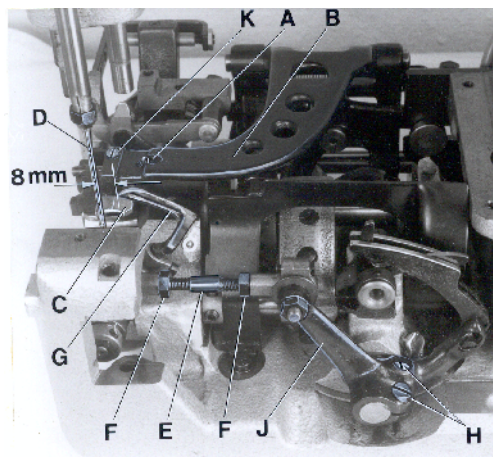
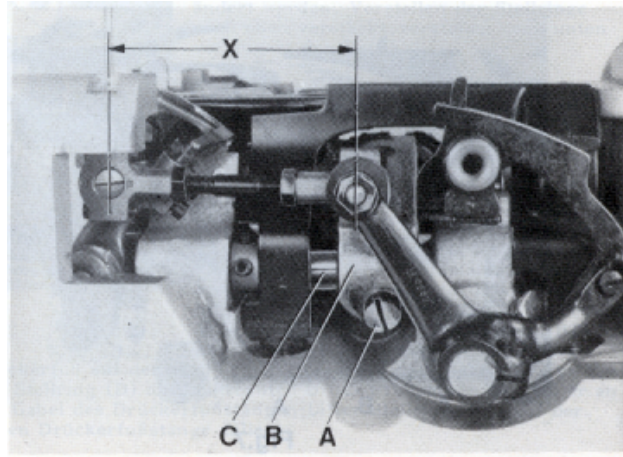
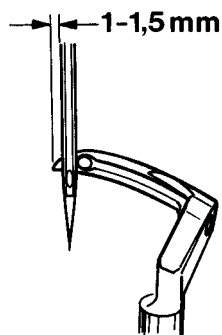
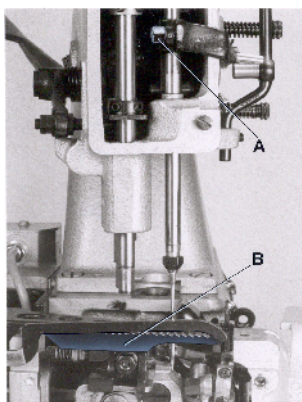

Fig. 3
Fig. 4
Fig. 5
Fig. 6
Remove the presser foot, throat plate and feed dog and on styles 80800TL, TAL, U, UA, UL and UAL also the needle guard for convenient access to the machine. On styles 80800R, RL, S and SL loosen the screw (A, Fig. 3) in the feed bar (B) and push the feed bar needle guard (C) to the rear to avoid its contacting the needle (D).
For the two thread double locked stitch styles 80800R, RL, TL, TAL, U, UA, UL and UAL, set the looper connecting rod (E) so the distance (X, Fig. 4) between the center lines of the two ball joints is 69.8 mm (2 3/4"). The dimension (X, Fig. 4) should be 68.3 mm (2 11/16) on the single thread chain stitch styles 80800S and SL. For adjustment loosen the two nuts (F, Fig. 3) and turn connecting rod (E) forward or backward as required to obtain specified dimension, retighten nuts (F).
Rotate the machine pulley in operating direction so that the looper moves from right to left. The looper point should pass as close as possible to the back of the needle without contacting 0.08 to 0.13 mm (.003 to .005") clearance. For adjustment loosen screws (A, Fig. 4) in the looper eccentric fork (B) and turn looper rocker shaft (C) on the looper rocker forward or backward as required. Retighten screw (A).
Zur bequemer Einstellung entfernen Sie Drückfuß, Stichplatte und Transporteur und bei den Maschinen 80800TL, TAL, U, UA, UL und UAL auch den Nadelanschlag. Lösen Sie bei den Maschinen 80800R, RL, S und SL die Schraube (A, Fig. 3) im Transporteurträger (B) und drücken Sie den Nadelanschlag nach hinten, damit er die Nadel (D) nicht berühren kann.
Bei den Zweifaden-Doppelkettenstichmaschinen Typen 80800R, RL, TL, TAL, U, UA, UL und UAL muß die Greiferverbindungsstange (E) so eingestellt sein, daß der Abstand (X, Fig. 4) von der Mitte zu Mitte Kugelgelenk 69,8 mm beträgt. Bei den Einfaden-Einfachkettenstichmaschinen Typen 80800S und SL beträgt der Abstand (X, Fig. 4) 68,3 mm. Zum Einstellen lösen Sie die beiden Muttern (F, Fig. 3) und drehen die Verbindungsstange (E) vor oder zurück bis der erforderliche Abstand erreicht ist. Ziehen Sie die Muttern (F) wieder an.
Drehen Sie die Riemenscheibe in Nährichtung so, daß sich der Greifer von rechts nach links bewegt. Die Greiferspitze soll so dicht wie möglich hinter der Nadel vorbeigehen, ohne diese zu berühren (0,08 bis 0,13 mm Abstand). Zur Einstellung lösen Sie die Schraube (A, Fig. 4) in der Greiferexzentergabel (B) und schwenken die Greiferhebelwelle (C) am Greiferhebel mit Greifer nach Bedarf vor oder zurück. Ziehen Sie die Schraube (A) wieder an.
Remove the face cover on machine arm. Rotate machine pulley in operating direction until the looper point, moving to the left, projects 1 to 1.5 mm (.040" to .060") left of the needle (see Fig. 5). Lower edge of looper and upper edge of needle eye must be flush in this position. If adjustment is necessary, loosen clamp screw (A, Fig. 6) in the needle bar connection and move the needle bar up or down, as required. Retighten screw (A) and remount face cover.
At highest point of feed dog travel, the feed dog (B, Fig. 6) should be set so, that the rear teeth project their full depth above the throat plate surface. For setting remove the feed dog and adjust the supporting screw (K, Fig. 3) on the top of the feed bar to the required height. Remount the feed dog, and on styles 80800TL, TAL, U, UA, UL and UAL also the needle guard.
The needle guard (C, Fig. 3) has to be set so, that it just contacts the needle at its most forward point of travel, without deflecting it.
On styles 80800R, RL, S and SL loosen screw (A, Fig. 3) in the feed bar (B) and adjust the needle guard (C) accordingly. Retighten screw (A).
Entfernen Sie den Stirndeckel am Maschinenarm. Drehen Sie die Riemenscheibe in Nährichtung bis die sich nach links bewegende Greiferspitze 1 bis 1,5 mm links der Nadel steht (siehe Fig. 5). In dieser Stellung müssen Unterseite Greifer und Oberseite Nadelöhr bündig sein. Ist eine Einstellung notwendig, lösen Sie die Klemmschraube (A, Fig. 6) im Nadelstangenmitnehmer und schieben die Nadelstange (B), je nach Bedarf, nach oben oder unten. Ziehen Sie die Schraube (A) wieder an und montieren Sie den Stirndeckel.
Im höchsten Punkt der Transporteurbewegung sollen die hinteren Zähne des Transporteurs (B, Fig. 6) eine volle Zahnhöhe über die Stichplattenoberfläche hinausragen. Zur Einstellung entfernen Sie den Transporteur und stellen die Stützscharbe (K, Fig. 3) oben im Transporteurträger auf die entsprechende Höhe. Montieren Sie den Transporteur wieder, bei den Maschinen 80800TL, TAL, U, UA, UL und UAL auch den Nadelanschlag.
Der Nadelanschlag (C, Fig. 3) muß so eingestellt sein, daß er in der vordersten Stellung seiner Bewegung gerade die Nadel berührt, aber nicht ablenkt.
Zur Einstellung lösen Sie bei den Maschinen 80800R, RL, S und SL die Schraube (A, Fig. 3) im Transporteurträger (B), und stellen den Nadelanschlag (C) entsprechend ein. Ziehen Sie die Schraube (A) wieder an.